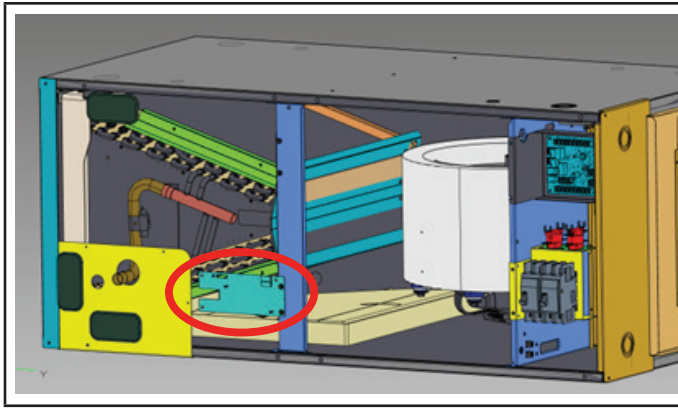

FIGURA 8
- 3 - Una vez retirados los paneles de la unidad de manejo de aire, instale el conjunto del soporte del sensor en la unidad alineando los orificios en el soporte central, como se muestra en la FIGURA 8. Nota: El sensor debe estar orientado hacia el interior de la unidad.